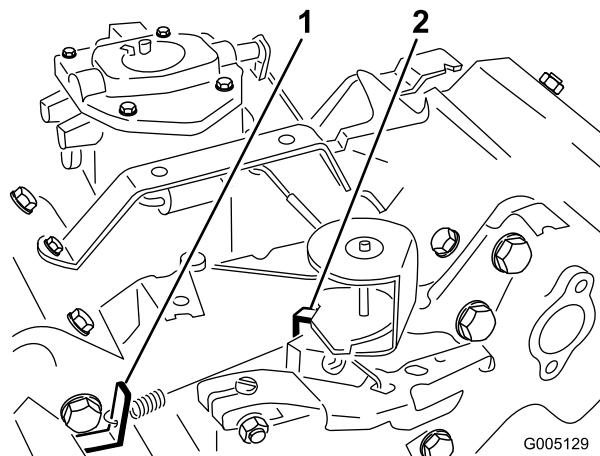

Bild 51
3. Biegen Sie den Anker-Federmitnehmer (Bild 51), um eine Leerlaufgeschwindigkeit von 1650 ± 100 U/min zu erzielen. Prüfen Sie die Motordrehzahl mit einem Drehzahlmesser.
5. Stellen Sie den Gasbedienungshebel auf „Schnell“. Biegen Sie den Federankermittnehmer in der Vollgaseinstellung (Bild 51), bis Sie eine Vollgasdrehzahl von 2800 ± 50 U/min realisieren.